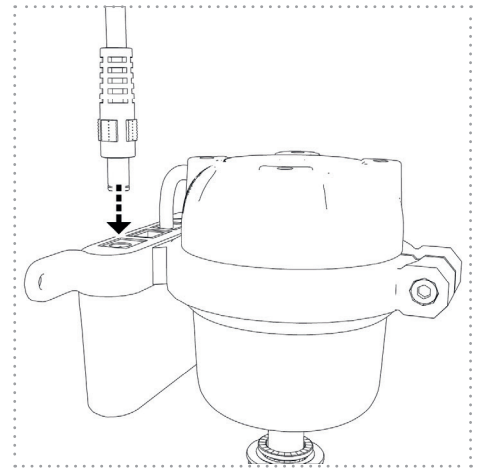

Abbildung: 21
5. Stecken Sie jetzt den Stecker des Anschlusskabels in die davor vorgesehene Anschlussbuchse an der UV-Einheit (*Abbildung 21*). Die UV-Einheit sollte sich nun im Standbymodus befinden und blau blinken.